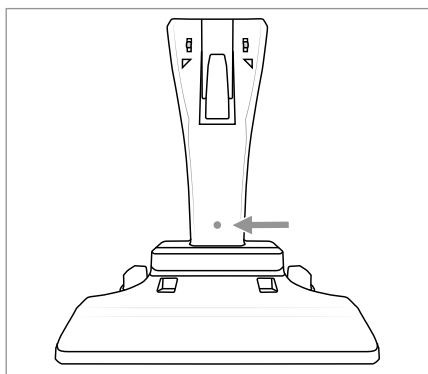

Fig. 1
- 1) Utilize a abertura no suporte para o aparelho 22 para marcar a furação na parede (fig. 1).
- 4) Introduza o parafuso 26 na abertura do suporte para o aparelho 22 (fig. 1) e aparafuse-o na bucha 27 com uma chave Philips.